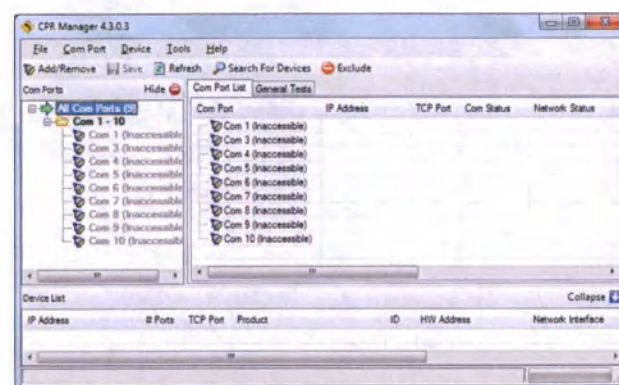

Рис. 82
2. Откройте программу «CPR Manager». См. Рис.82. Все обнаруживаемые COM-порты целевого ПК отображаются в основном списке портов («Com Port List»). Если COM-порта отмечен как «Inaccessible», это означает, что данный COM-порт уже используется для других целей и поэтому не может использоваться для нужд программы «CPR Manager».